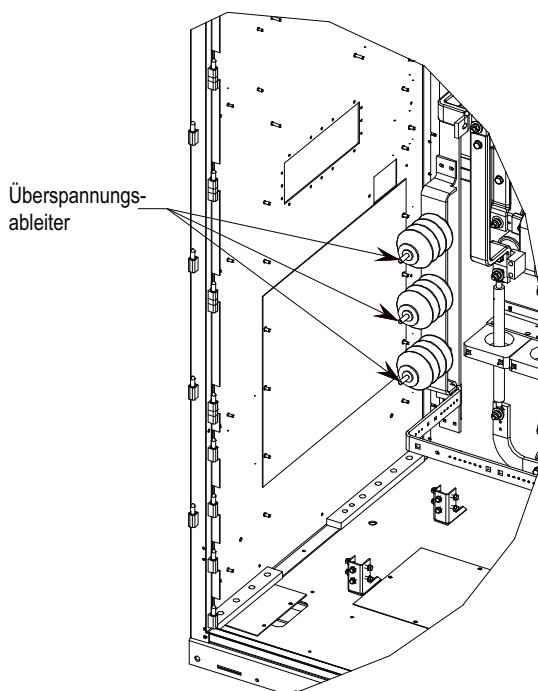

Abbildung 20 – Überspannungsableiter (Standardmodell)
6. Bringen Sie die ringförmigen Anschlüsse und die 6,4-mm-Montageelemente wieder an (siehe Abbildung 20).